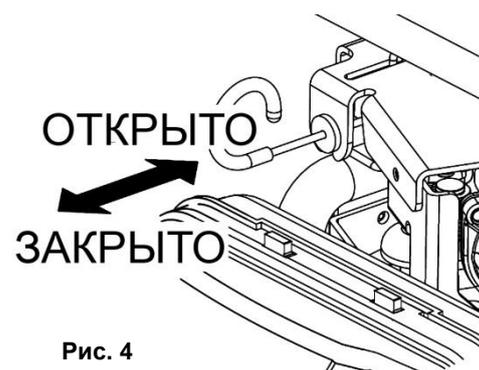

Рис. 4
- Отверните сливную пробку (1)(См. Рис.4) и слейте масло.
- Проверьте состояние прокладки сливной пробки (2). При необходимости замените прокладку.